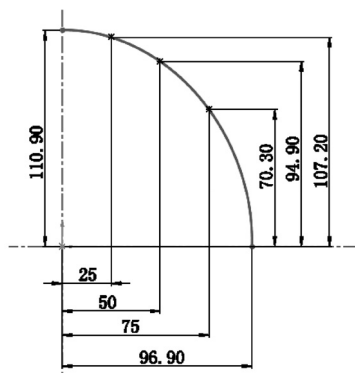

图 11-18 绘制样条曲线并标注尺寸
**①** 在左侧的“FeatureManager 设计树”中用鼠标选择“前视基准面”作为绘制图形的基准面。单击“草图”控制面板中的“中心线”按钮和“样条曲线”按钮, 绘制样条曲线。
**②** 单击“草图”控制面板中的“智能标注”按钮, 标注尺寸，结果如图 11-18 所示。